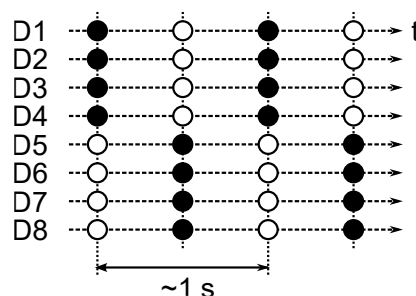

Figure 1: Motif à programmer sur les LEDs dans TP1a\_helloworld
- 4) Ecrire dans main.c un programme permettant d'allumer alternativement les LEDs D1-D4, puis D5-D8, avec une période d'environ une seconde (comme représenté en Fig. 1).